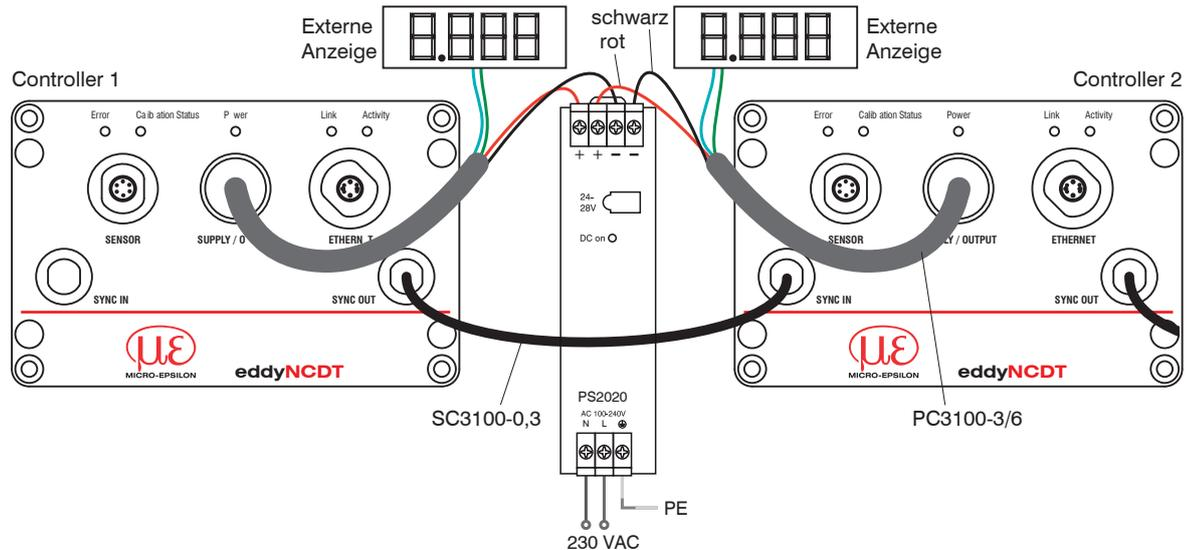

Abb. 23 Messaufbau und Synchronisierung von zwei oder mehreren Controllern DT 3100-SM
- an die 6-polige Einbaubuchse (Supply/Output, siehe Abb. 23) am Controller an.
Durch Hintereinanderschalten können auf diese Weise bis zu zehn Systeme miteinander synchronisiert werden, siehe Abb. 23. Es können Controller mit unterschiedlichen Sensor-Frequenzen synchronisiert werden.